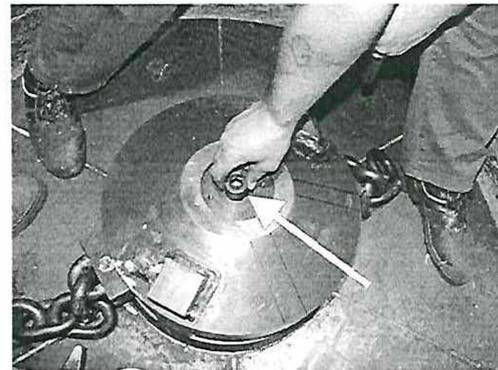

Рис. 15: Отвинчивание центрального болта
14. Вывинтите центральный болт – болт с внутренним шестигранником М 36 (Рис. 15).